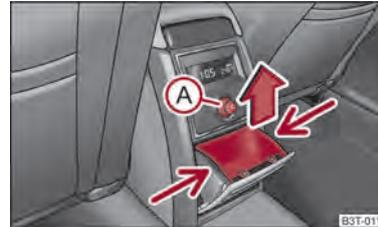

Abb. 90 Mittelkonsole: Aschenbecher hinten
- Fassen Sie den Einsatz an den mit Pfeilen gekennzeichneten Stellen ⇒ Abb. 90 an und nehmen Sie es heraus.
- Drücken Sie den Anzünderknopf **A** ⇒ Abb. 90 oder **B** ⇒ Abb. 89.